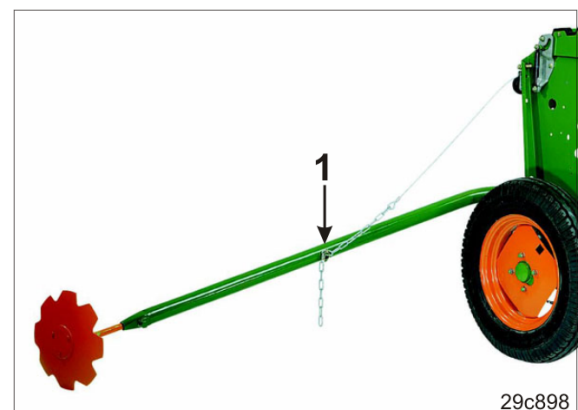

Fig. 167
5. Die Kette mit einem Klappstecker (Fig. 167/1) sichern.